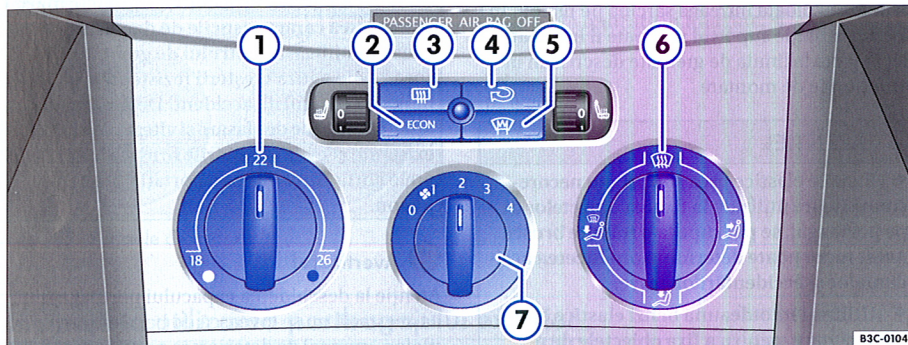

Fig. 106 În consola centrală: Elementele de comandă ale Climatic
– De la reglatoarele ⇒ fig. 106 ① și ⑥ și de la comutatorul ⑦ se reglează temperatura, distribuția aerului și treptele ventilatorului.
– Apăsați tasta corespunzătoare ② - ⑤, pentru a activa sau dezactiva o funcție. În fiecare tastă se aprinde o lampă de control, semn că funcția respectivă este activată.
- ① Regulatorul de temperatură ⇒ pagina 109.
- ② Tasta [ECON] – activarea funcției Economy. Când lampa de control din tastă luminează, instalația de răcire este dezactivată, pentru a economisi carburant. La autovehiculele echipate cu încălzire suplimentară⁴⁰⁾, încălzirea suplimentară, iar la motoarele diesel măsurile de încălzire⁴¹⁾ a motorului se dezactivează. La temperaturi exterioare scă-
- ③ Tasta [] – încălzirea lunetei când motorul este pornit. După cca. 10 minute de la punerea contactului, încălzirea va porni automat. Ea poate fi oprită prin apăsarea tastei.
- ④ Tasta [] – Recircularea aerului ⇒ pagina 110
- ⑤ Tasta [] sau []
- Tasta [] – Încălzirea parbrizului⁴⁰⁾. Apăsați tasta [] ⇒ fig. 106 cu motorul pornit, pentru a porni încălzirea parbrizului. Când încălzirea parbrizului funcționează, în tastă se aprinde o lampă de control. Încălzirea parbrizului rămâne pornită încă cca. 10 minute și se oprește automat.